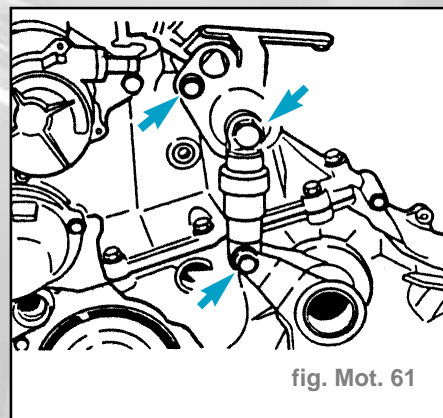

fig. Mot. 61
- Décrocher l'amortisseur (fig. Mot. 61).